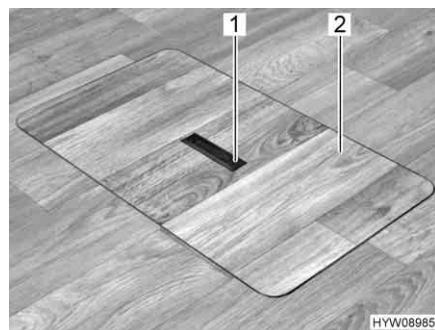
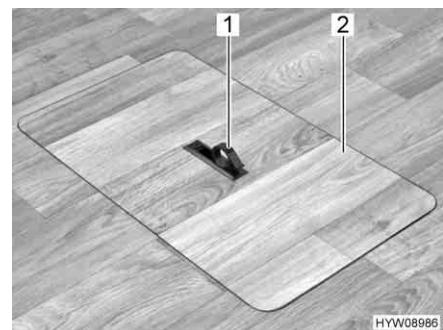

Fig. 60 Copertura vano pavimento
Fig. 61 Copertura vano pavimento
- Spingere la piastra di presa (Fig. 60,1) verso il basso da un lato. La maniglia (Fig. 61,1) viene ruotata verso l'alto.
- Alzare la copertura (Fig. 61,2).
- Collocare la copertura (Fig. 61,2) nell'intelaiatura presente sul fondo.